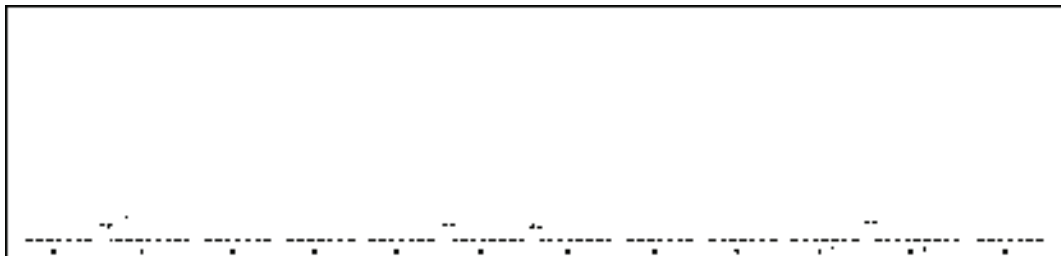

图 14-17 操作结果
3) 重复调用“门窗”命令, 分别绘制尺寸为 2800mm×1750mm 的 M-2 图形, 尺寸为 2500mm×1750mm 的 M-3 图形, 尺寸为 3000mm×1750mm 的 M-4 图形, 结果如图 14-17 所示。